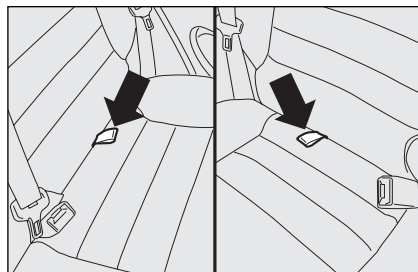

fig. 96
- ☐ en tirant la poignée placée au centre du coussin **fig. 96**, rabattre le coussin soulevé;